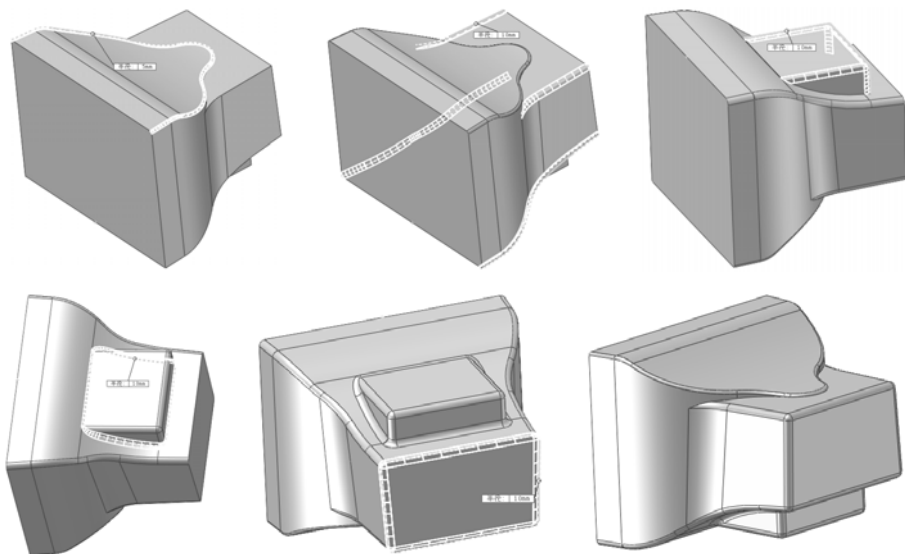

图 6-104 选择圆角边线
(15) 重复“圆角”命令，选择如图 6-104 所示的边线，创建圆角半径为 10，结果如图 6-104 所示。